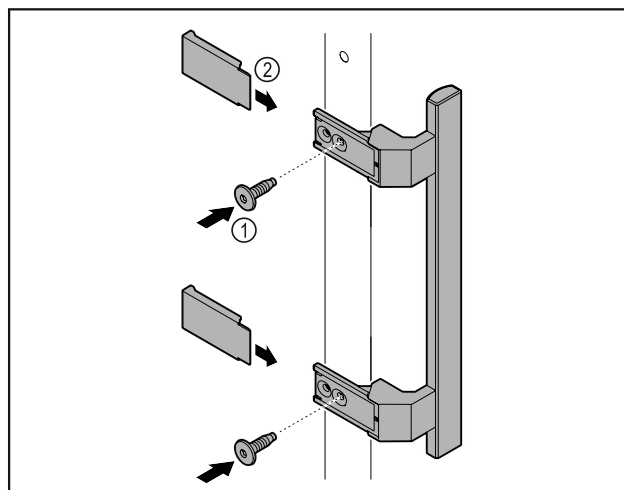

Fig. 7
- Atașați mânerul din pachetul de accesorii la ușa cu ajutorul șuruburilor incluse Fig. 7 (1).
- Aplicați capacul Fig. 7 (2).